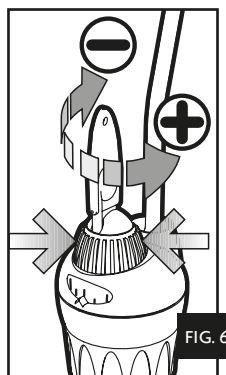

FIG. 6
- Hold the control knob (blue) with one hand so that the scale indicator does not move from the value of temperature you want to have and rotate the post-calibration knob (orange) toward + if the value of temperature you measured is lower than the one on the scale, or toward - in case the temperature you measured exceeds the one you have set (fig. 6). There are 6 preset positions, 3 toward + and 3 toward -. Each position corresponds to about 1°C. So if you have set a temperature of 24°C and you measure 22°C just turn the post calibration knob 2 steps toward +.
- Tenir le bouton de réglage principal (bleu) avec une main pour éviter à l'échelle de se déplacer de celle-là déjà fixée sur le point de repère et tourner le bouton de post-calibrage (orange) vers + si la valeur de la température que vous avez mesurée est plus basse de celle-là indiquée en correspondance du point de repère, ou vers - en cas la température mesurée est supérieure à celle indiquée par le point de repère (fig. 6). Le bouton de post-étalonnage peut être réglé sur 6 diverses positions, 3 vers le + et 3 vers le -. Chaque position correspond à peu près à 1°C. Si on a réglé le chauffe-eau sur une température de 24° et on mesure 22°C, il suffit de tourner le bouton de post-étalonnage 2 positions vers +.